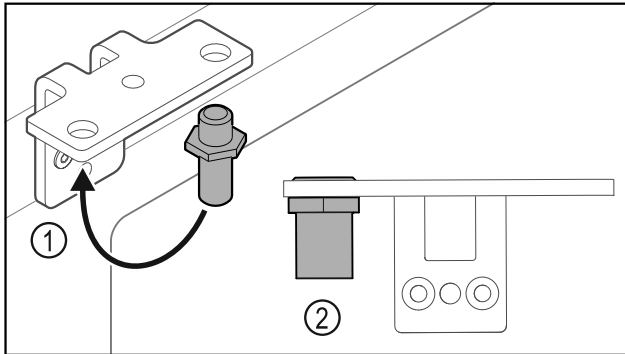

Fig. 34
- ▶ Vuelva a colocar los pernos Fig. 34 (1) en el soporte de la bisagra.
- ▶ Apriete los pernos Fig. 34 (2) con un **par de 12 Nm**.